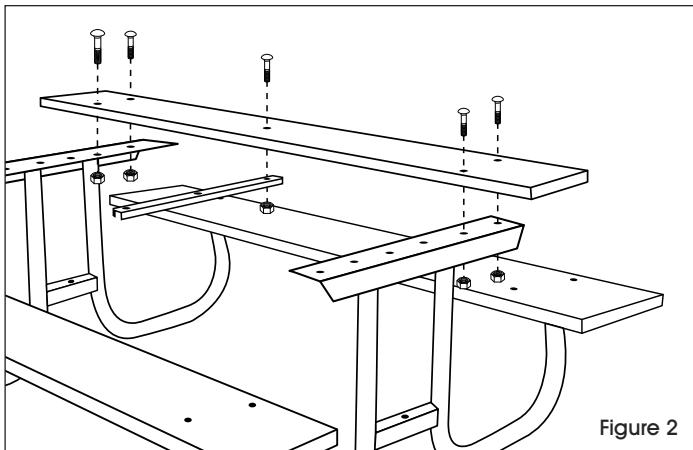

Figure 2
3. En commençant par un côté du dessus du cadre, fixez-y une planche. A l'aide de boulons de carrosserie de 2 1/4 po, de rondelles de blocage et d'écrous hexagonaux. (Voir Figure 2)
4. Fixez la traverse médiane au milieu de la planche du plateau de table, le côté plat orienté vers le haut, à l'aide d'un boulon de carrosserie de 2 1/4 po, d'une rondelle de blocage et d'un écrou hexagonal. (Voir Figure 2)